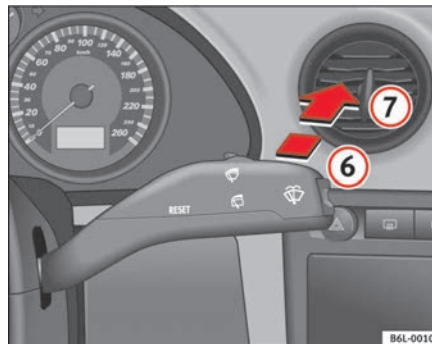

Fig. 68 Palanca del limpia-lavacristales: limpiacristales
- Presione la palanca hacia delante hasta el encastre **6** ⇒ fig. 68. El limpiacristales debe accionarse en intervalos de 6 segundos.
- Presione la palanca completamente hacia delante hasta la posición ⑦ ⇒ **página 107, fig. 68**. El limpia y el lavaluneta funcionan simultáneamente. El lavaluneta seguirá funcionando mientras mantenga la palanca en esta posición.